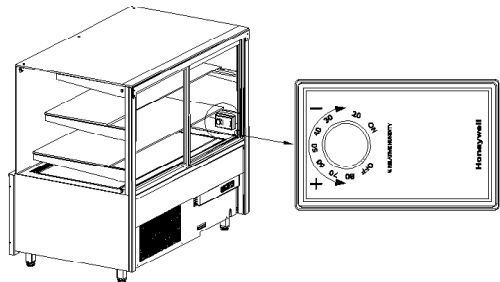

Abb. 7 Hygrostat
- Bei Vitrinen mit Hygrostat (betrifft nicht Term. Carel) kann der Sollwert der Feuchte im Gerät mithilfe eines Drehknopfes eingestellt werden Abb. 7 (S. 27) Im Temperaturbereich 10° - 15°C kann die Luftfeuchte von 30 bis 80% kontrolliert werden
Der Hygrostat kontrolliert die Feuchte, wenn die Temperatur in der Vitrine zwischen 10°C und 15°C liegt. Mit dem Drehknopf (durch Drehen und Einstellen in die richtige Position) wird die gewünschte Luftfeuchte in der Vitrine zwischen 30 und 80% eingestellt Abb. 7 (S. 27) Wird der Drehknopf im Uhrzeigersinn gedreht, wird die eingestellte Feuchte herabgesetzt und umgekehrt. Wird der Drehknopf maximal in Endstellung links gedreht, wird der Hygrostat ausgeschaltet, trotz eingeschalteter Spannung.